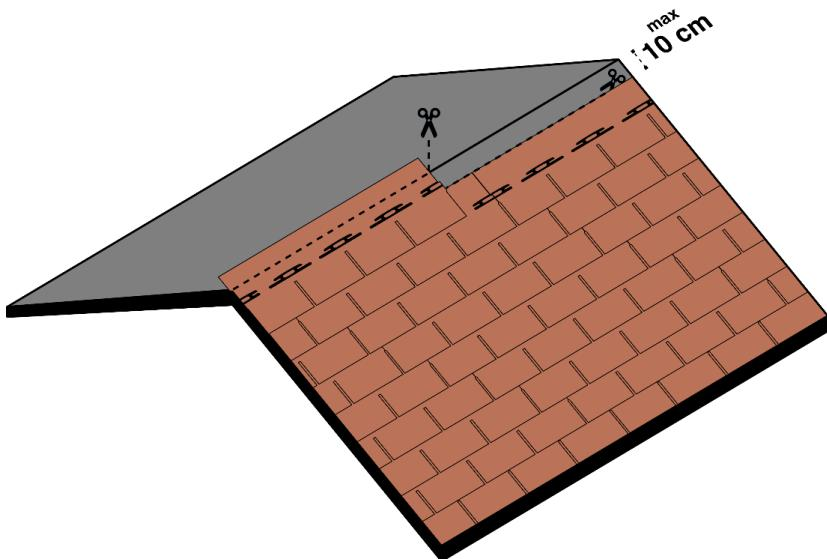

Fig. 18 – Installazione delle tegole al colmo
- Ripetere la procedura di posa delle tegole canadesi per file, fino alla completa copertura delle falde, lasciando gli ultimi cm di membrana bituminosa esposta. Se necessario, tagliare la parte superiore dell'ultima fila di tegole, Fig. 18.